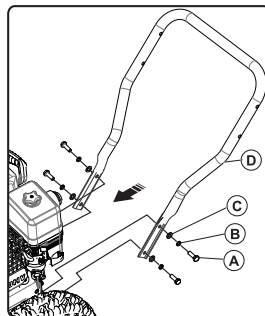

Рис. 1
- Выкрутите шестигранный фланцевый болт M8 × 20 (A) из бокового отверстия коробки, установите нижнюю планку рукоятки (D); затем используйте плоскую шайбу 8 (B), пружинную шайбу 8 (C), шестигранный болт M8 × 20 (A). Закрепите нижнюю планку рукоятки (C) в отверстиях с обеих сторон коробки (см. рис. 1).
Добавьте 0.6 л смазочного масла в картер бензинового двигателя (см. рис. 1).
Масло. Рис. 1